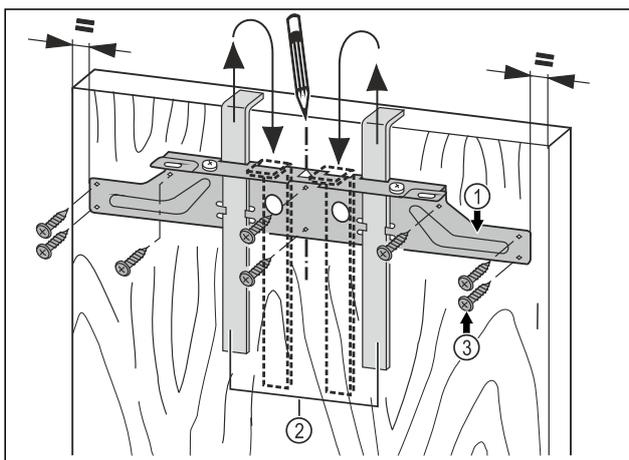

Fig. 17
- ▶ Colgar el travesaño de fijación Fig. 17 (1) con las ayudas de montaje Fig. 17 (2) en la parte interior de la puerta del mueble.
- ▶ Alinear el travesaño de fijación Fig. 17 (1) en el centro de la puerta.
- ▶ Apretar el travesaño de fijación Fig. 17 (1) con, al menos, 6 tornillos Fig. 17 (3).
- ▶ Apretar el travesaño de fijación Fig. 17 (1) con 4 tornillos Fig. 17 (3) en el borde.
- ▶ Extraer los elementos auxiliares de montaje Fig. 17 (2) hacia arriba, girarlos e introducirlos en las aberturas ubicadas al lado.